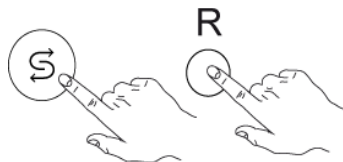

Abb. 47
- 5- Halten Sie den KNOPF "H" - Regeneration – über 2 Sekunden lang gedrückt. (Abb. 47)